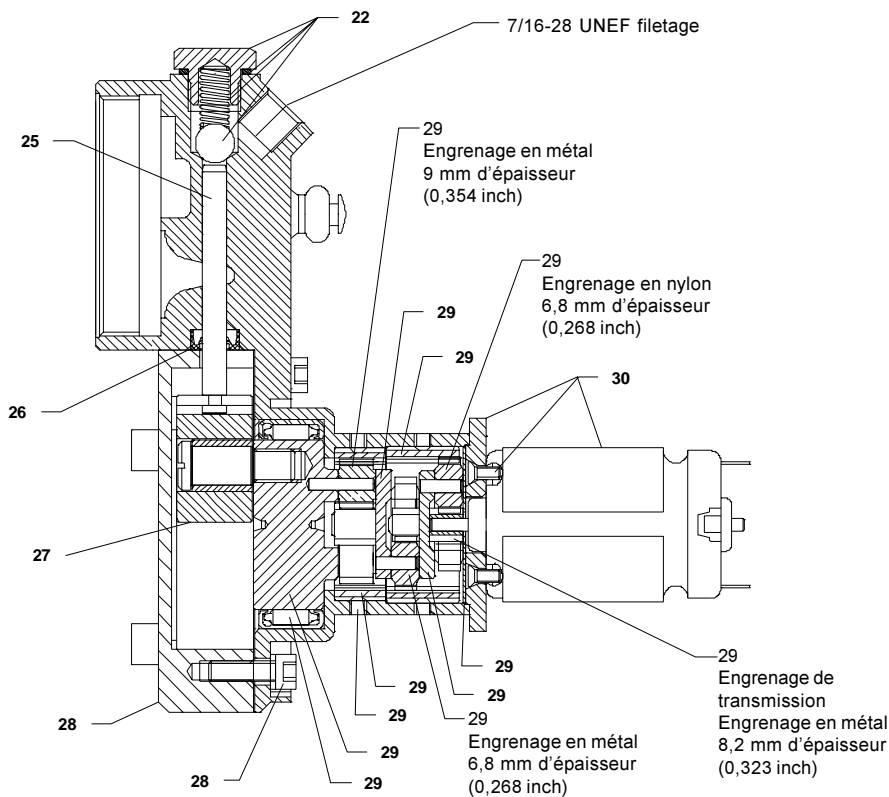

Figure 7
- 1) Retirer la tringle de la tube de graisse capsule et engager la tringle avec la bielle en tournant la poignée. Serrer la poignée tout en poussant sur la valve 23 (Figure 7)